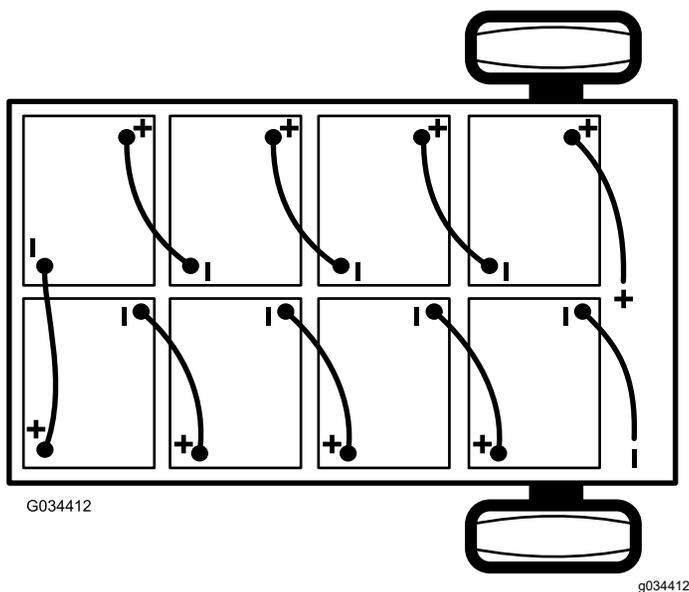

図 41
2. バッテリーと車体のアース端子を接続しているメインのマイナスケーブル黒を、バッテリーから外す **図 41**。
3. バッテリーと車体のメインコンタクトとを接続しているメインのプラスケーブル赤を、バッテリーから外す 図 41。
注 バッテリーを新しく積み込む場合には、極性に十分注意してください 図 41。
6. 図 41 に示すように、1 で外した中間接続ケーブルを使ってバッテリーを相互に接続する。
2. 車体に接続されているメインのプラスケーブル赤を、バッテリーに接続する 図 41。
3. 車体のアース端子に接続されているメインのマイナスケーブル黒を、バッテリーに接続する 図 41。